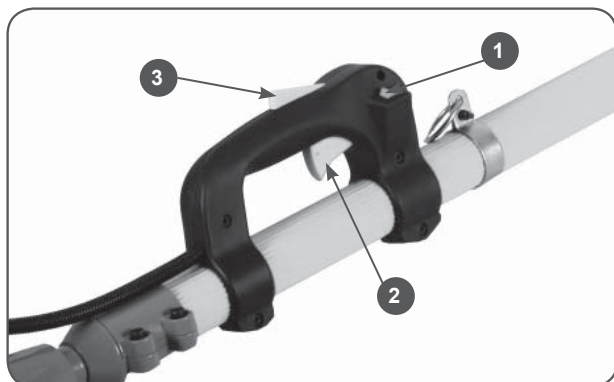

Рис.8
Нажмите и установите выключатель(1) Рис.8 в положение «I» т.е. «Включено»
Нажмите на стопорный рычаг(3) и курок газа (2) Рис.8. Удерживая рычаги в нажатом состоянии, потяните за рукоятку стартера, пока не почувствуете сопротивление. Затем произведите резкий рывок 4-5 раз, до первой вспышки.
Нажмите на стопорный рычаг (3) и курок газа (2) Рис.8. Удерживая рычаги в нажатом состоянии, потяните за рукоятку стартера, пока не почувствуете сопротивление. Затем произведите резкий рывок 1-2 раза. Двигатель должен запуститься.
Для мгновенной остановки двигателя переведите выключатель (1) в положение «O» Рис.8.